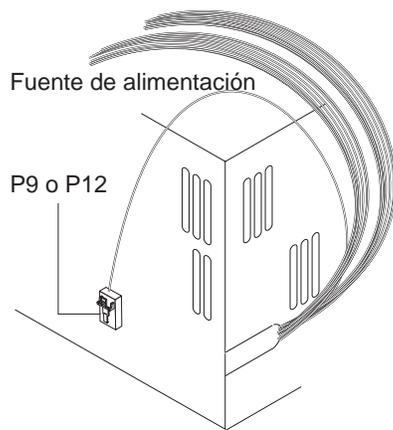

Figura 2-5. Fuente de alimentación del PC
- 2 Localice la fuente de alimentación de su sistema (consulte la Figura 2-5 en la página 2-8).
- 3 Si la fuente de alimentación de su PC tiene un cable de alimentación con la etiqueta **P9** o **P12**, como aparece en la Figura 2-5, pase al apartado “Conexión del cable combinado Wake on LAN de 3 vías”.